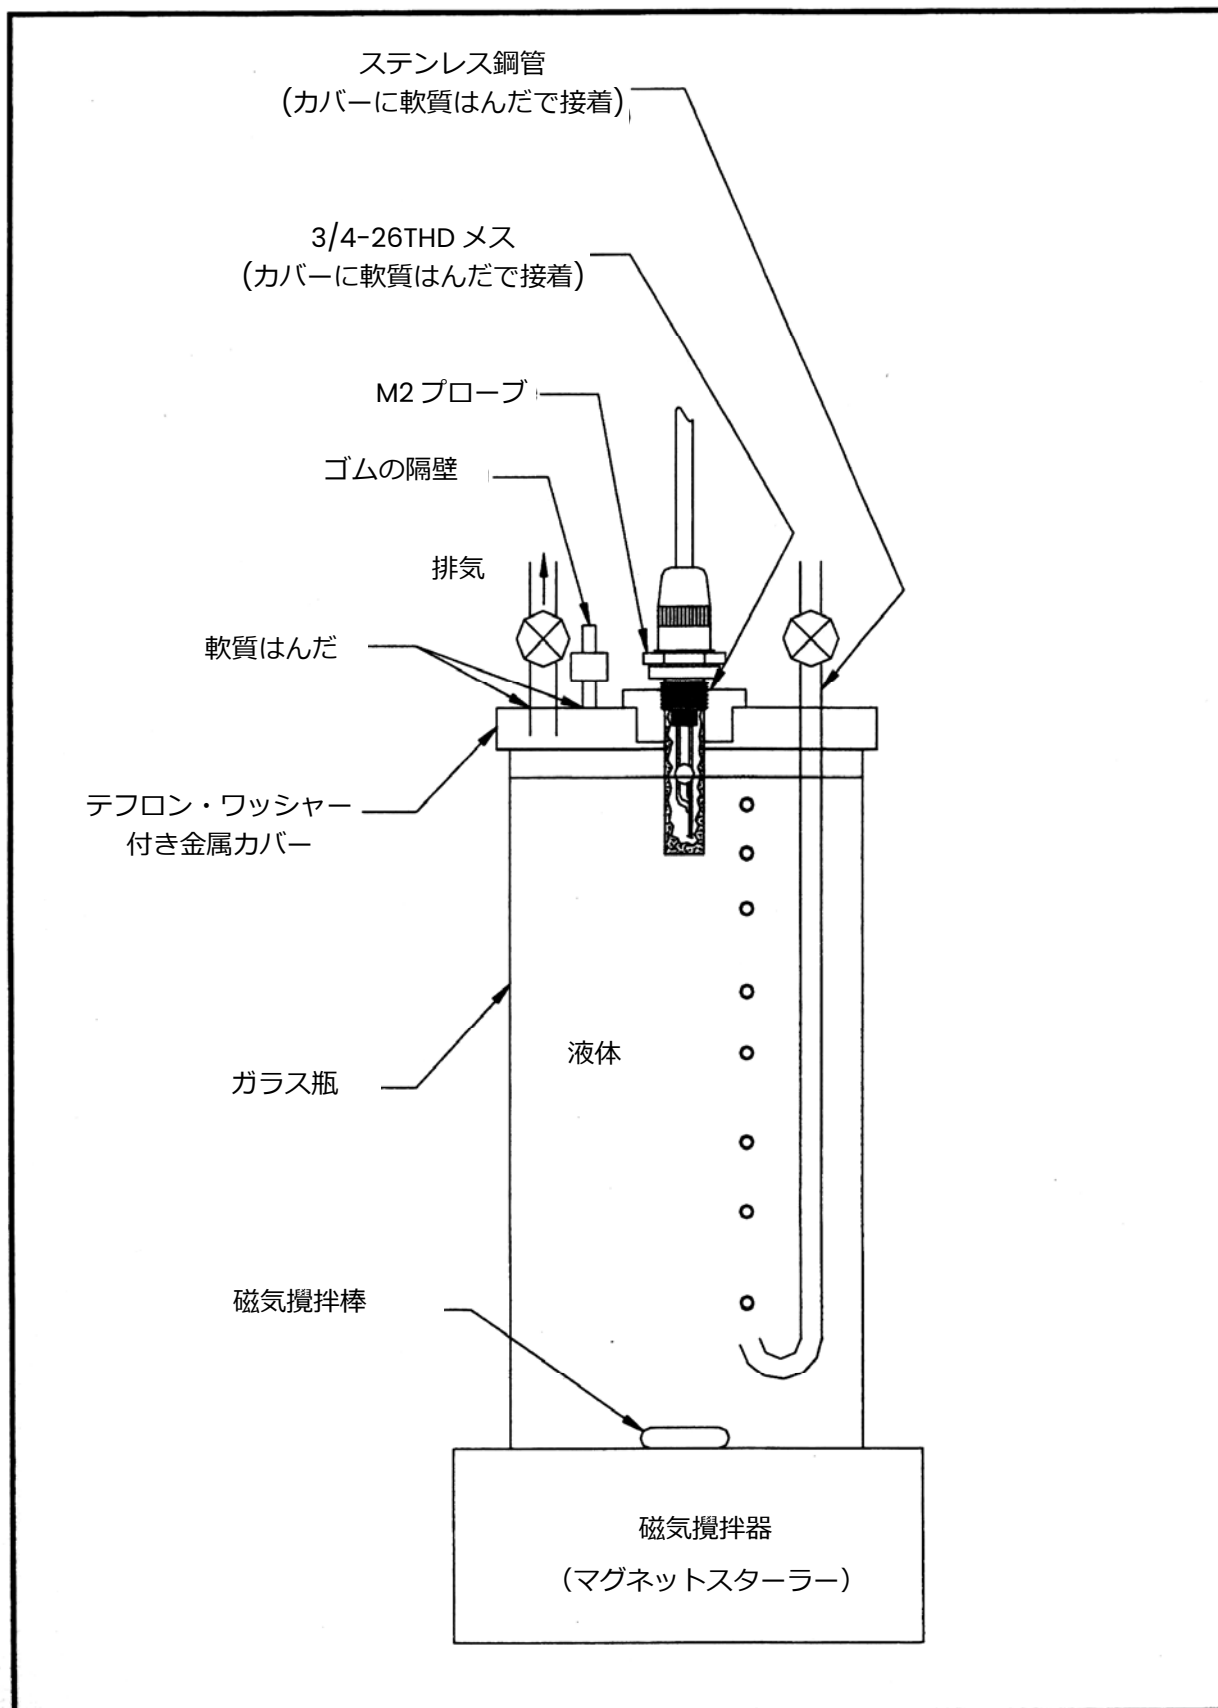

図 A-3 : 含水量テスト装置
上述したエンピリカル校正技術のいずれも、A-33 ページの図 A-3 に示したのと同等の装置を使用して実施することができます。図示の装置は、不明のテスト・サンプルでのカールフィッシャー滴定にも、含水量が分かっているテスト・サンプルの調製にも使用することができます。これら双方のテクニックを使用する手順を以下に示します。
カールフィッシャー分析を実行するには、A-33 ページの図 A-3 にある装置を使用して、次のステップに従って下さい。
既知の含水量のサンプルを調製するには、A-33 ページの図 A-3 の装置を使用し、以下のステップを実行して下さい。
- a. A-33 ページの図 A-3 に示す装置を使用して、量が分かっている固体サンプルを適切な炭化水素液に溶かして下さい。